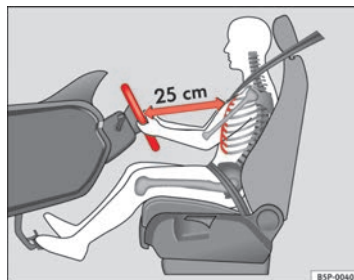

Fig. 115 Posición correcta del conductor
- Ajuste el volante hasta alcanzar la posición deseada ⇒ fig. 115.
- Ajuste el asiento del conductor o el volante de modo que quede una distancia mínima de 25 cm entre el volante y el tórax ⇒ fig. 115. ¡Si no respeta la distancia mínima, el airbag no le protegerá adecuadamente y corre peligro de muerte!